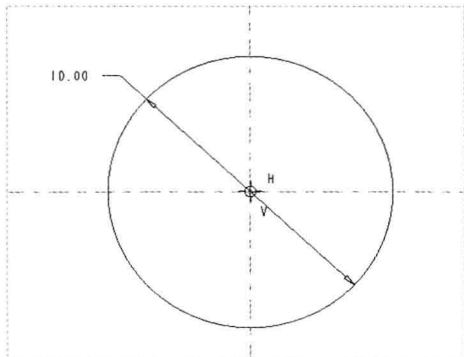

图 13-4 绘制圆 1
Step 03 在“功能区”选项板的“草绘”选项卡中,单击“草绘”面板中的“圆心和点”按钮,在绘图区以两中心线的交点为圆心点,绘制一个直径为 10 的圆,如图 13-4 所示。